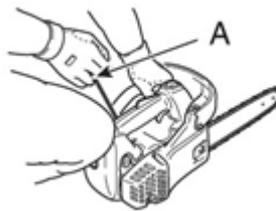

Fig. 5
6. Posizionare la motosega su un terreno piano. Tenere l'impugnatura anteriore con la mano sinistra e tenere saldamente la parte posteriore dell'impugnatura posteriore con il ginocchio destro, quindi tirare la fune di avviamento (A) con la mano destra (Fig. 5).
4. Mantenere saldamente la motosega. Tenere l'impugnatura anteriore con la mano sinistra e tenere saldamente la parte posteriore dell'impugnatura posteriore con il ginocchio destro, quindi tirare la fune di avviamento (A) con la mano destra finché non si sente il primo rumore di accensione (Fig. 5).